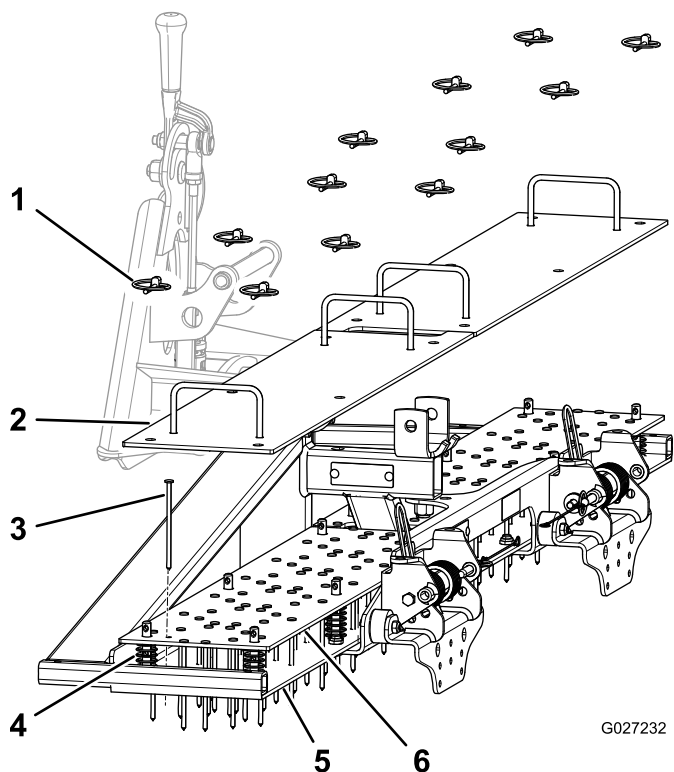

Figura 3
2. Rimuovete gli acciarini (Figura 3).
3. Rimuovete le piastre superiori (Figura 3).
4. Rimuovete i chiodi (Figura 3).
5. Rimuovete le piastre dei chiodi (Figura 3).